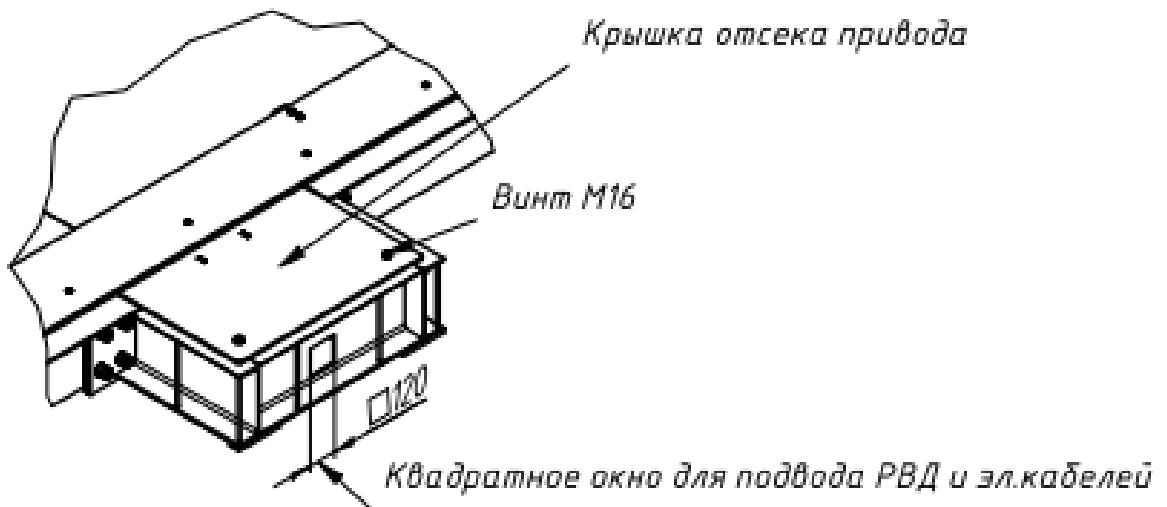

Рис.7
1.3.2 Доступ в отсек привода обеспечивается снятием крышки с предварительным откручиванием 2-х винтов M16 (рис.7).